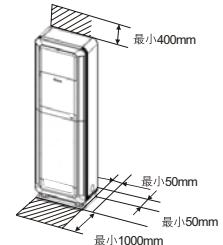

图1 操作空间
- 室内机周围应留有足够的空间，否则会妨碍室内机空气流通及日后的维修工作，如图1所示。